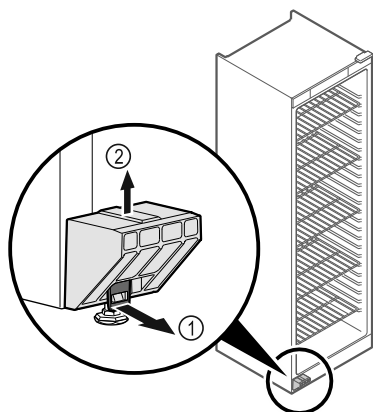

Fig. 5
- ▶ Tirer la languette Fig. 5 (1) vers l'avant.
- ▶ Retirer la sécurité de transport Fig. 5 (2) vers le haut.